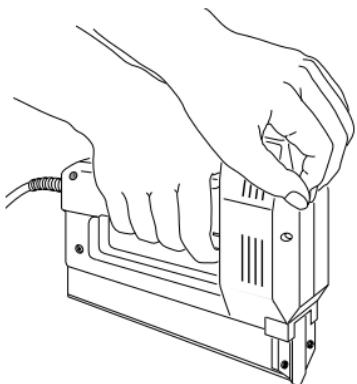

Figure 7
5. Appuyez fermement la paume de la main sur la tête de l'outil (consultez la Figure 7).